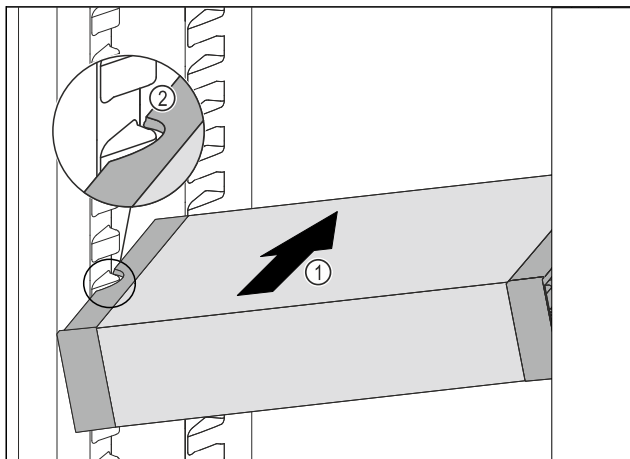

Fig. 56
- ▶ Вдвигайте VarioSafe под наклоном в холодильное отделение Fig. 56 (1), пока боковые выемки Fig. 56 (2) VarioSafe не окажутся на высоте выступа резервуара в холодильном отделении.